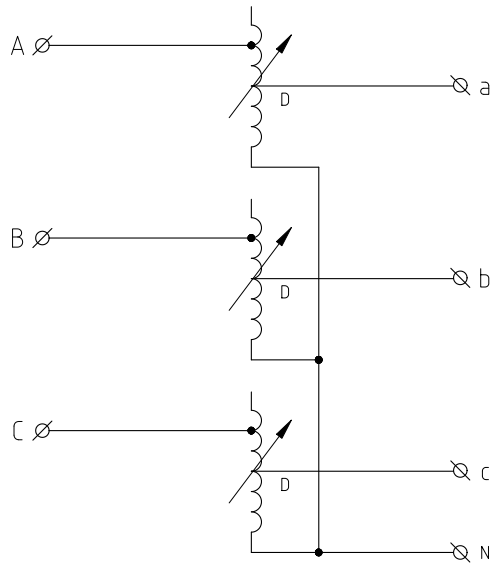

图 4
4.2.3 三相组装结构：三相调压器由三个相同规格的单元结构同轴组装而成。绕组连接成星形，如图4表示